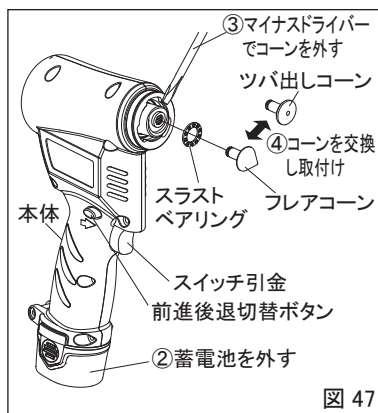

図 47
(1) コーンの交換 (図 47)
- ① 前進後退切替ボタンを前進側へ押し、スイッチ引金を引いてフレアコーンをいっぱいまで前進させます。
- ② 蓄電池を取り外します。
- ③ フレアコーンと本体の間にマイナスドライバーを入れ、フレアコーンを抜き取ります。